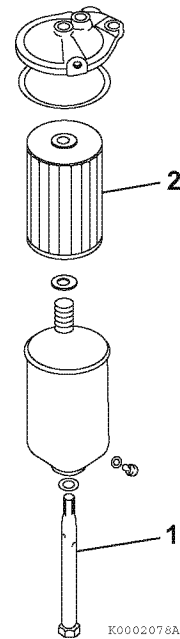

Figura 1
2. Retire o parafuso central (1, **Figura 1**) na parte de baixo do filtro e retire o elemento filtrante (2, **Figura 1**).
3. Substitua o elemento por um novo e aperte o parafuso central (1, **Figura 1**).